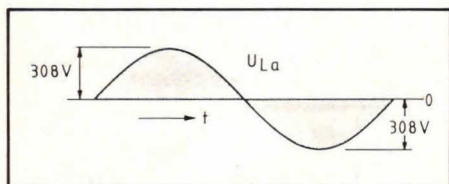
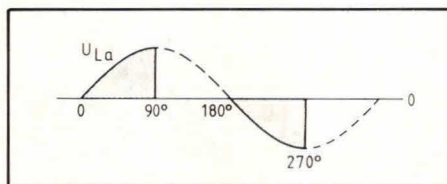
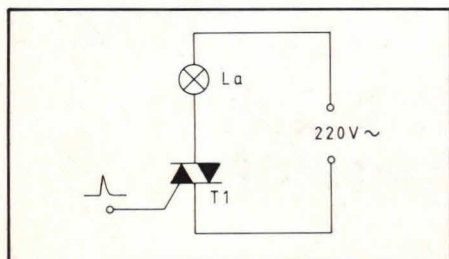
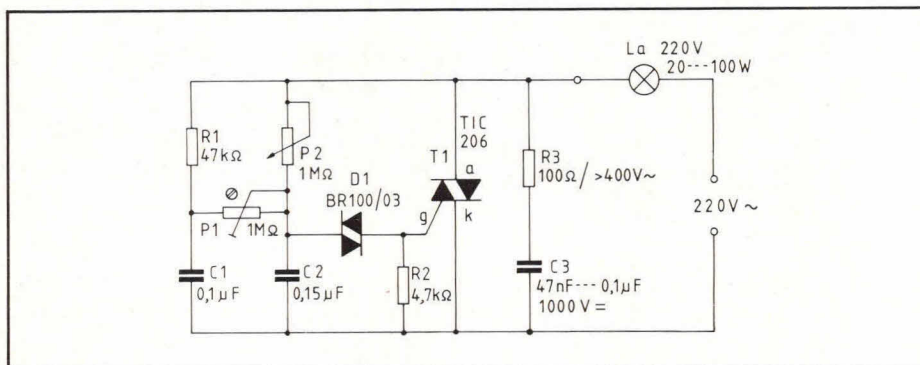

Fig. 1. De lichtnetspanning is een sinusgolfvorm, die zowel positief als negatief wordt in een ritme van  $50 \times$  per seconde.
Fig. 2. Een triac kan razendsnel de lichtnetspanning inschakelen over lamp La. Uitschakelen van een triac gaat vanzelf als de lichtnetspanning door de nul gaat.
Fig. 3. Bij fase-aansnijding wordt zowel in het positieve als negatieve golfvormgedeelte de triac pas een tijdje na elke nuldoorgang in geleiding gebracht.
Fig. 5. De minidimmer maakt gebruik van een 'gevoelige' triac. Daardoor kunnen relatief 'hoogohmige' componenten worden toegepast met geringe afmetingen.
Fig. 1 geeft de lichtnetspanningsgolf als functie van de tijd. De spanning bereikt zowel positief als negatief een piekwaarde van ca 308 volt. De nominale netspanning is wel 220 volt, maar de piek is, vanwege de golfvorm, ca  $1,4 \times$  groter.
Als een spanning volgens fig. 1 aan een lamp wordt toegevoerd, zal deze volop branden. We kunnen echter de toegevoerde energie verminderen door een gedeelte van de golfvorm weg te laten. Dat kan m.b.v. een triac T1, zoals fig. 2 aangeeft. Wat dan ontstaat is gegeven in fig. 3. De gestippelde golfvorm is de lichtnetspanning, die over de lamp staat. Door de triac uit fig. 2 niet direct te laten geleiden, maar vlak na het opkomen van de spanning, krijgt de lamp alleen spanning in het gearceerde gedeelte.
Het doorgetrokken golfvormgedeelte krijgt de lamp niet als spanning te zien, omdat T1 uit fig. 2 dan nog spert. Hieruit blijkt dat de lamp niet de volledige lichtnetspanning krijgt en dus ook niet alle beschikbare energie. M.a.w.: de lamp brandt niet volop.
Nog minder brandt de lamp als de golfvorm verloopt zoals fig. 4 laat zien. Tijdens het doorgetrokken getekende gedeelte van de golfvorm staat T1, uit fig. 2, gesperd. De lamp ziet dus alleen de gearceerde spanning. Dat is in dit geval ongeveer de helft van de totale lichtnetspanning. Een opmerkzame lezer zal uit fig. 3 en 4 hebben geconcludeerd dat de lichtnetspanning als het ware wordt aangesne-
Fig. 5 geeft de hele minidimmer. La stelt hier de te dimmen lamp voor. T1 is de triac die razendsnel aan en uit kan schakelen. Het symmetrische fase-aansnijden, volgens fig. 3 en 4, wordt door diode D1 veroorzaakt. Dit is een diac, die boven een bepaalde spanning (ca 30 volt) plotseling gaat geleiden. Een diac doet dat zowel voor negatieve als positieve spanning. Om nu een plotselinge geleiding over de hele spanningsgolf te kunnen krijgen, is een faseverschuivend netwerk nodig. Dit
wordt in fig.5 gevormd door potmeter P2 en condensator C2. P2 is regelbaar en daardoor de fase van de spanning op D1, t.o.v. de fase op de anode (A) van T1. Met P2 wordt het 'doorslagmoment' van D1, in de golfvorm van fig. 3 en 4, heen en weer geschoven.
## Componentenlijst bij fig. 5 en 7